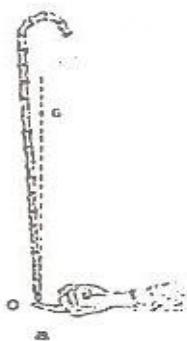

Fig. 14 : Exemples d'équilibres instables.
a) Il est possible de faire reposer une canne sur un doigt (fig. 14). De même, un *funambule* peut se tenir debout, un seul pied posé sur un filin d'acier; certaines personnes arrivent à faire reposer une pile d'objets sur la tête, le menton ou le pied...